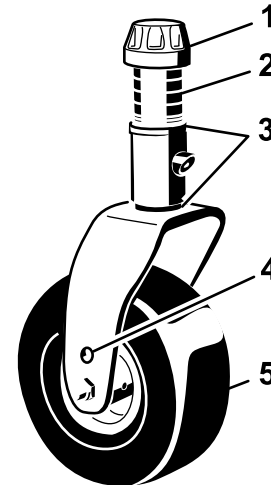
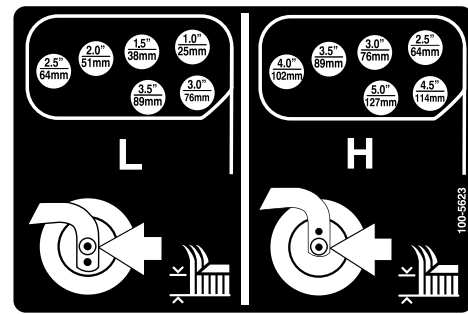
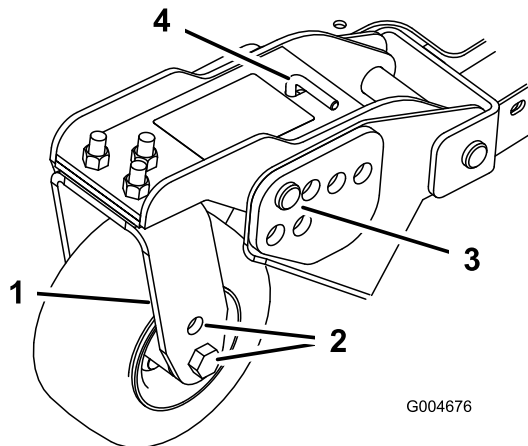

Figura 20
Figura 23
Figura 22
1. Coloque los ejes de las ruedas giratorias en el mismo taladro en todas las horquillas (Figura 20 y Figura 22). Consulte en la tabla siguiente el taladro correcto para cada altura.
2. Retire el casquillo tensor del eje (Figura 20) y deslice el eje fuera del brazo de la rueda giratoria. Coloque los dos suplementos (3 mm) en el eje de la misma forma que en la instalación original. Estos suplementos son necesarios para obtener el mismo nivel en toda la anchura de las unidades de corte. Coloque el número adecuado de espaciadores de 13 mm (consulte la tabla siguiente) en el eje para conseguir la altura de corte deseada, luego coloque la arandela en el eje.
4. Retire el pasador de horquilla y las chavetas de los brazos de pivote de las ruedas giratorias (Figura 22).
5. Gire la varilla tensora para elevar o bajar el brazo de pivote hasta que los taladros estén alineados con los taladros seleccionados del soporte de ajuste de la altura de corte en el bastidor de la unidad de corte (Figura 22 y Figura 23).